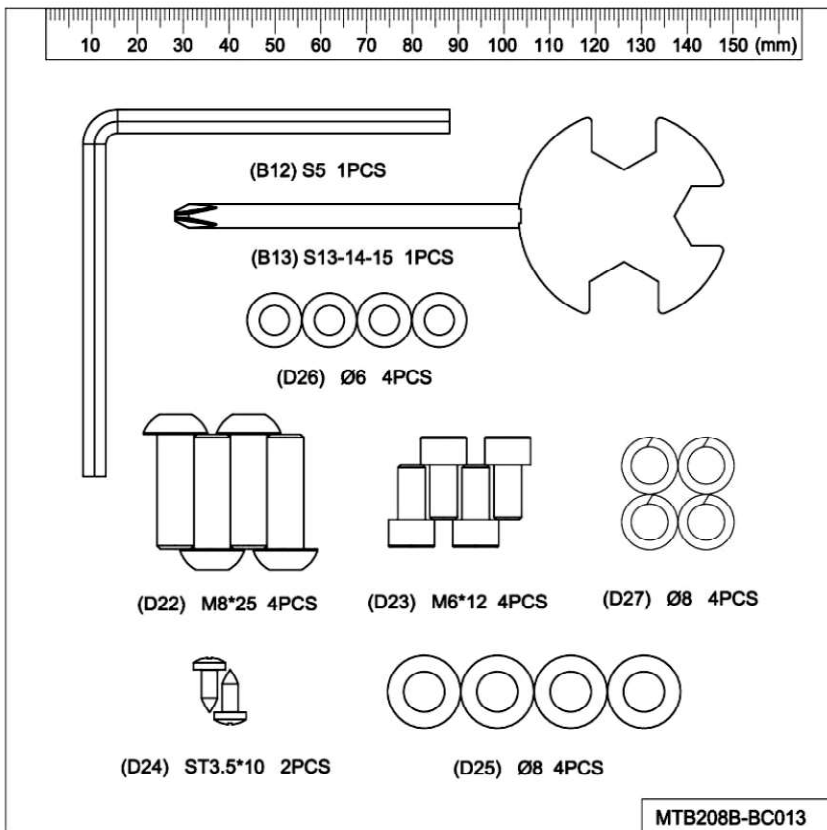

Fig.1
1. Coja el tubo caballete trasero (B) y posicónelo en el caballete trasero de la maquina, como muestra la Fig.1, e introduzca los tornillos (D22) y las arandelas (D25), (D27) y apriete fuertemente.
Coja el tubo caballete delantero con ruedas (C) y con las ruedas hacia detrás, como muestra la Fig.1, introduzca los tornillos (D22) y las arandelas (D25), (D27) y apriete fuertemente.